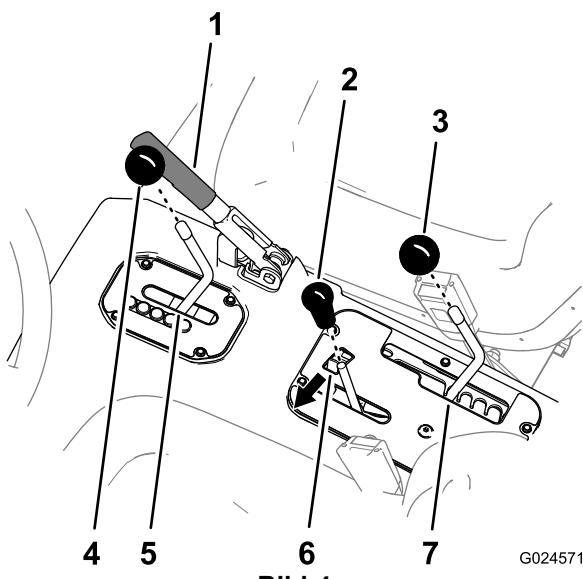

Bild 4
1. Schrauben Sie alle Handräder von den Bedienfeldhebeln und vom Ganghebel ab; drehen Sie sie hierfür nach links (Bild 4).